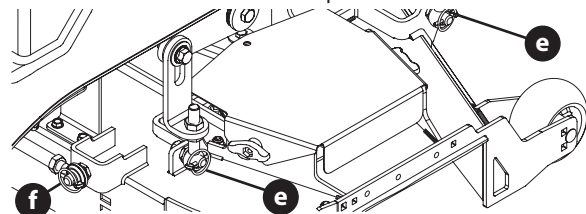

Fig. 36
- Extraiga los cuatro pasantes (e) que aseguran la plataforma a la unidad de elevación de plataforma (Fig. 36).
- Extraiga el pasante (f) que asegura la barra estabilizadora trasera, a la parte posterior derecha de la plataforma (Fig. 36).